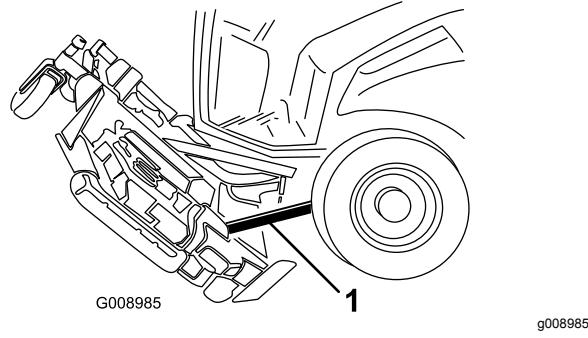

Figura 125
- 6. Coloque um bloco de madeira entre a traseira da plataforma e a máquina (Figura 125).